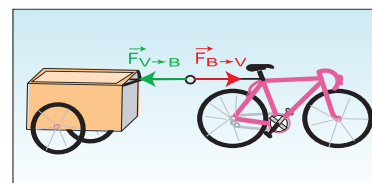

Fig. 25
- Si on considère le système matériel (S), $\vec{F}_{V/B}$ et $\vec{F}_{B/V}$ deviennent des **forces intérieures** et disparaissent toutes les deux de l'inventaire des forces extérieures (Fig.25).